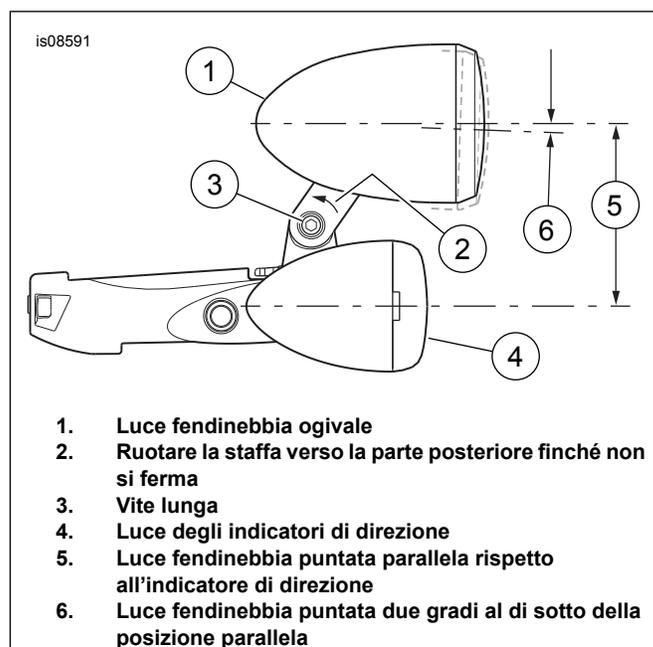
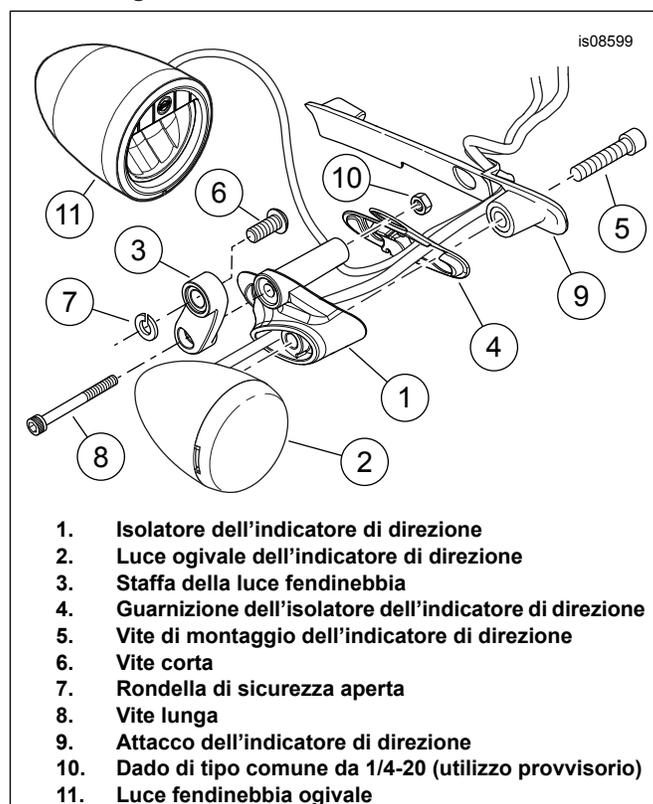

Figura 3. Allineamento luce fendinebbia
Figura 4. Montaggio provvisorio luci (illustrata parte destra)
Vedere Figura 3. A causa della difficoltà di accesso alle viti di montaggio, le luci fendinebbia (1) DEVONO essere allineate prima dell'installazione finale.
1. Vedere Figura 4. In base al lato sul quale si opera, prelevare dal **presente** kit, l'isolatore dell'indicatore di direzione corretto (1) e la guarnizione (4). Dal **kit luci fendinebbia ogivali a LED**, prelevare la luce fendinebbia (11) del corrispondente lato. Prendere, in base al lato su cui si opera, la luce originale dell'indicatore di direzione (2), la vite (5) e l'attacco dell'indicatore di direzione (9) corretti rimossi in precedenza.
5. Provvisoriamente assemblare la luce dell'indicatore di direzione (2), la guarnizione (4), l'isolatore (1) e l'attacco (9) con una vite (5). Serrare a fondo.
6. Prendere una staffa della luce fendinebbia (3), una vite lunga (8) e un dado di tipo comune da 1/4-20 (10, non fornito). Servendosi della vite e del dado, fissare provvisoriamente la staffa sull'isolatore. Ruotare la staffa della luce fendinebbia verso la parte posteriore fintanto che non si ferma (vedere Figura 3, punto 2). Serrare la vite e il dado quanto basta per tenere in posizione.
7. Vedere Figura 4. Prelevare la vite corta (6) e la rondella di sicurezza aperta (7) dal kit.
8. Inserire la vite attraverso la staffa della luce fendinebbia (3) come illustrato. Posizionare la rondella di sicurezza (7) nella lamatura della staffa, sopra la filettatura della vite. Applicare qualche goccia di Loctite 243 (blu) alla filettatura **pulita** della vite. Avvitare la vite nella luce fendinebbia, ma non serrarla completamente.
9. Vedere Figura 3. Allineare la luce fendinebbia (1) in parallelo rispetto alla luce dell'indicatore di direzione (4). Serrare la vite della luce fendinebbia come da istruzioni del relativo kit.
1. Vedere Figura 4. Rimuovere la vite dell'indicatore di direzione (5) e la staffa (9) dal gruppo dell'isolatore e di una luce.